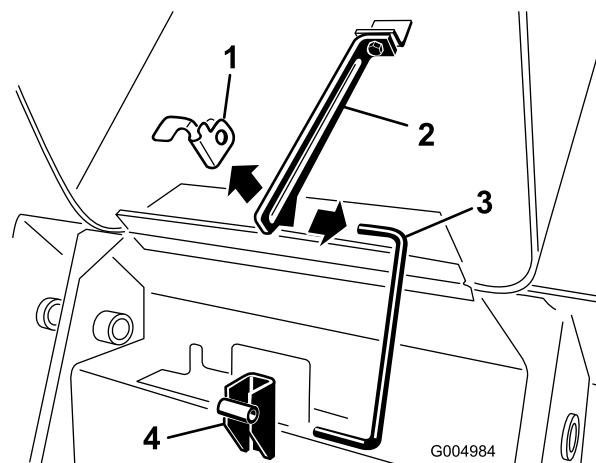

Figura 42
3. Tirare la chiavetta a forcella dall'estremità inferiore dell'asta di supporto del cofano e sfilare l'asta di supporto dalle staffe e dalla linguetta dell'asta di supporto (Figura 42).
7. Installare l'asta di supporto nelle staffe e nell'apposita linguetta e fissarla con la chiavetta a forcella (Figura 42).